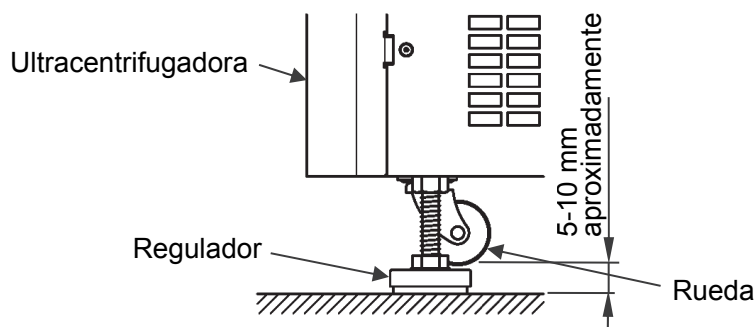

Ilustración 5-2 Ajuste de nivelación
(1) Consulte la ilustración 5-2 y gire los reguladores con una llave de tuercas hasta que las ruedas estén a 5-10 mm del suelo.